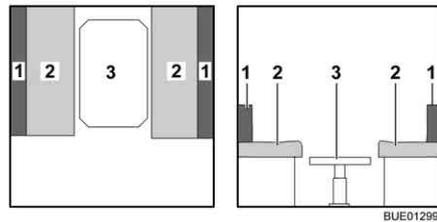

Bild 116 Während des Umbaus
- Die Sitzpolster (Bild 116,2) zur Mitte ziehen.